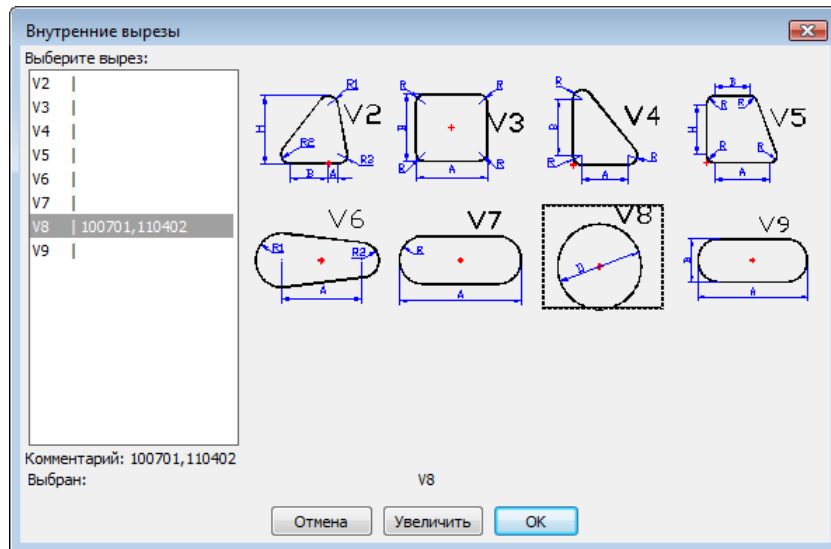
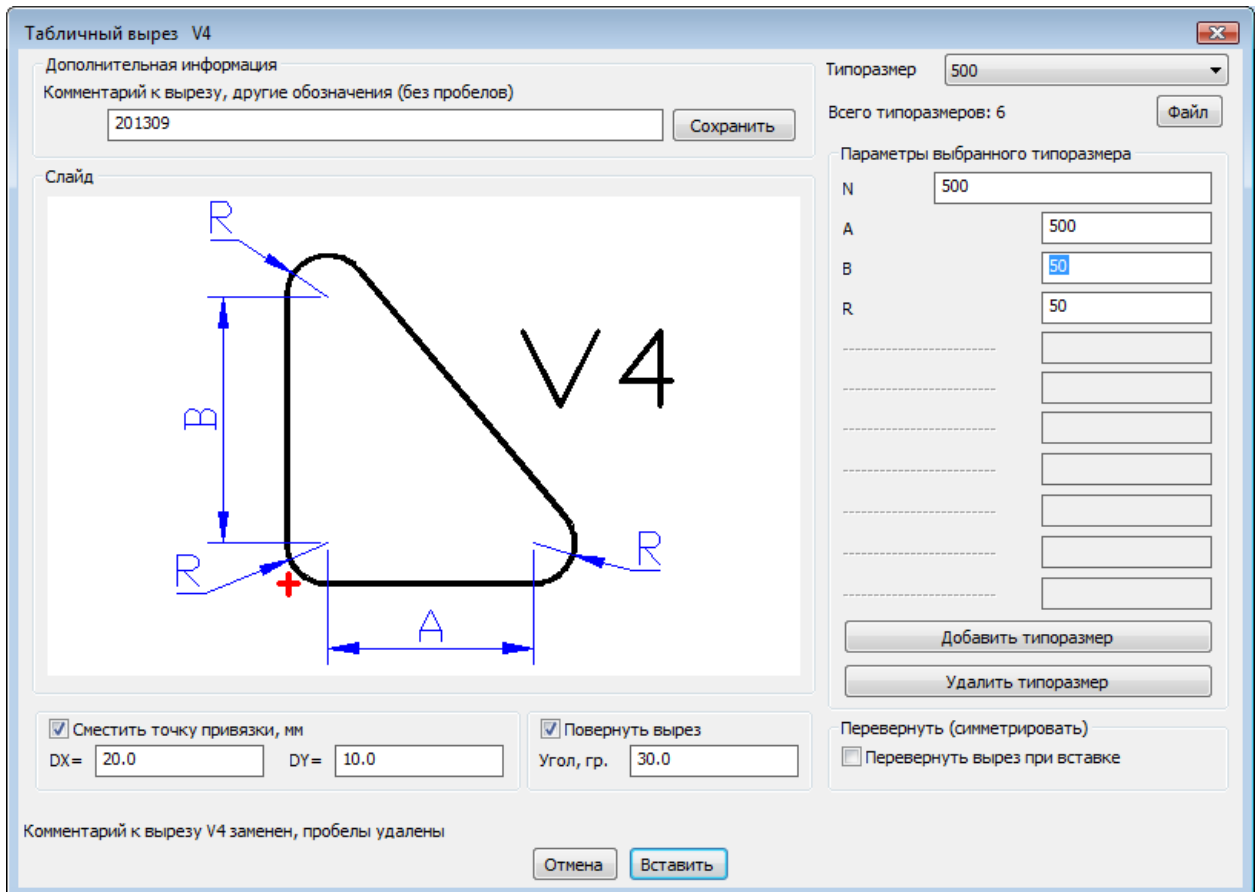
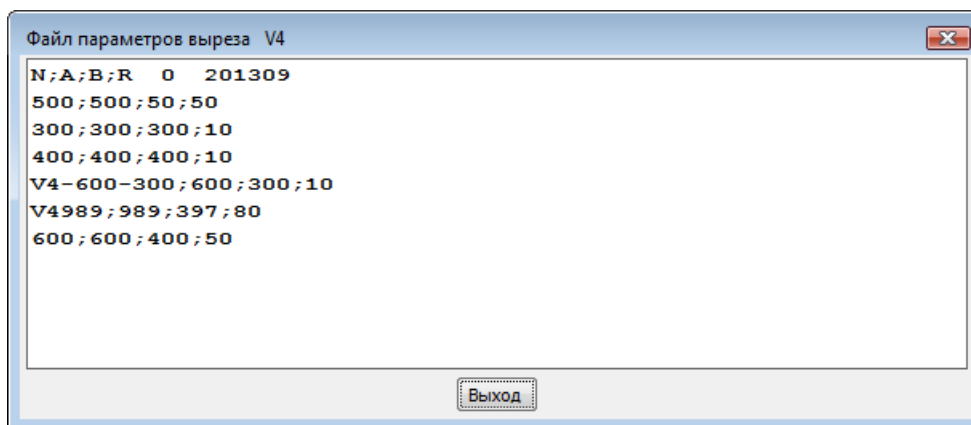

Рисунок 49 – Окно выбора типа выреза
Рисунок 51 - Окно выбора типоразмера выреза
Рисунок 55 – Пример окна типоразмеров выреза V4
По команде **ВЫРЕЗ > Внутренний > Табличный** на экран вызывается диалоговое окно типов табличных вырезов (рис. 49).
Кнопка **Отмена** предназначена для выхода без выбора выреза. Кнопка **ОК** предназначена для выхода из окна выбора типа и перехода в окно, показанное на рис. 51, для выбор или задания параметров выреза.
**размера.** На рис. 51 у выреза V4 таких параметров четыре: наименование типоразмера N, линейные параметры A,B и радиус R.
Процесс непосредственной вставки выреза запускается после нажатия кнопки **Вставить** в окне, приведенном на рис. 51. Окно закрывается и в командную строку выводится текст (на примере выреза V4):
Просмотр файла осуществляется нажатием кнопки **Файл** в окне выбора типоразмера выреза (см. рис. 51). Вызывается окно просмотра этого файла. На рис. 55 показан пример содержимого такого файла для выреза V4.
- **N;A;B;R** – перечисление имен параметров (они отображаются в окне на рис. 51, пробелы не допускаются);
- **201309** - содержимое комментария, который отображается в области **Дополнительная информация** на рис. 51 и в поле **Комментарий** на рис. 49 (пробелы в комментарии не допускаются).
В дистрибутиве системы поставляются файлы-шаблоны для всех табличных внутренних вырезов, показанных на рис. 49 (от V2 до V9). Шаблоны имеют те же имена, что и файлы типоразмеров, но без расширения: TV2 (вырез V2), TV3 (вырез V3) и т.д. В первом расчете содержимое файла-шаблона копируется в одноименный файл, но с расширением завода (например, TV2.BST). В дальнейшем работа ведется только в файле с расширением.